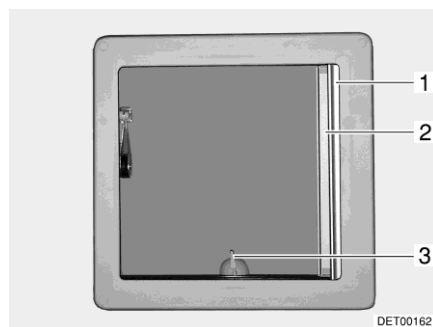
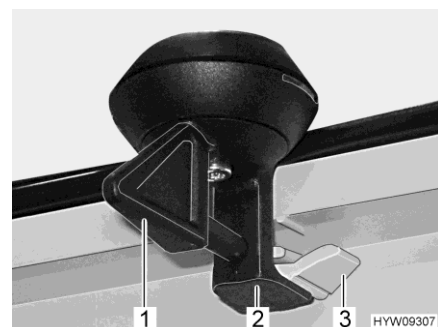

Fig. 75 Claraboya inclinable
Fig. 76 Bloqueo (claraboya inclinable)
- Girar la palanca (Fig. 75,3 ó Fig. 76,1) un cuarto de vuelta.
- Girar la palanca un cuarto de vuelta. El bloqueo (Fig. 76,2) tiene que deslizarse al interior de la pestaña inferior (Fig. 76,3).
- Extraer del estor plegable (Fig. 75,1) y soltarlo en la posición deseada. El estor plegable se queda fijo en esta posición.
- Tirar la mosquitera enrollable (Fig. 75,2) hasta que engatille en el bloqueo del lado contrario.